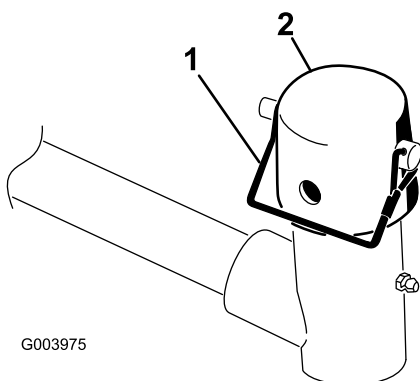

**Figure 9**
**Important:** Sur les tabliers n° 4 (avant gauche) et n° 5 (avant droit) (Figure 7), utilisez les écrous de fixation du support de tige pour monter les guides de flexible devant les pattes du tablier (Figure 8). Les guides de flexible doivent être inclinés en direction du tablier de coupe central (Figure 8 et Figure 9).